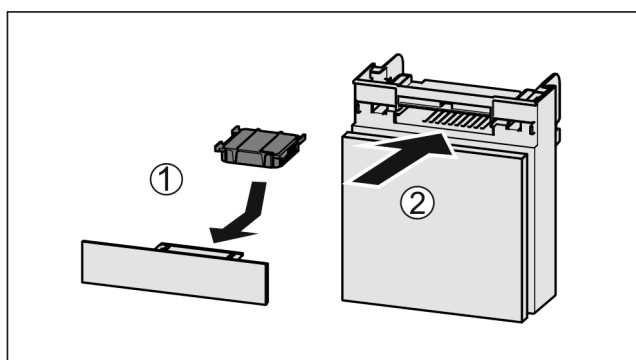

Fig. 149
- ▶ Anbring aktivkulfilteret som vis på billedet Fig. 149 (1).
- ▶ Skub rummet ind Fig. 149 (2).